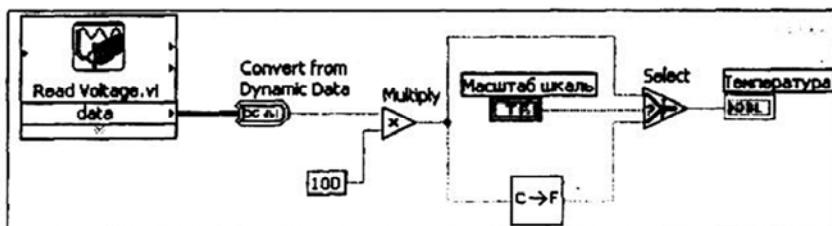

Рис. 3.4. Блок-диаграмма
8. Создайте блок-диаграмму, показанную на рис. 3.4.